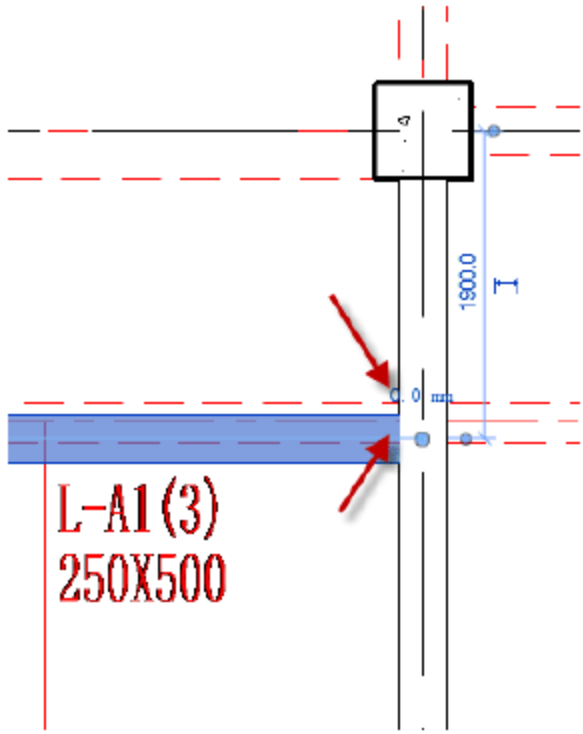

图 4.2.54 调整矩形梁的位置
(4) 调整矩形梁 L-A1 的位置，选中矩形梁 L-A1，按快捷键 M+V，移动矩形梁的位置，使其与梁线对齐，如图 4.2.54 所示。